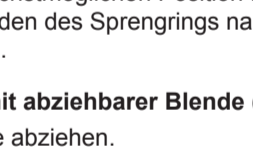

Abb. 2
4. Federn zusammendrücken und Strahler in das ausgesägte Loch einsetzen (siehe Abb. 2).